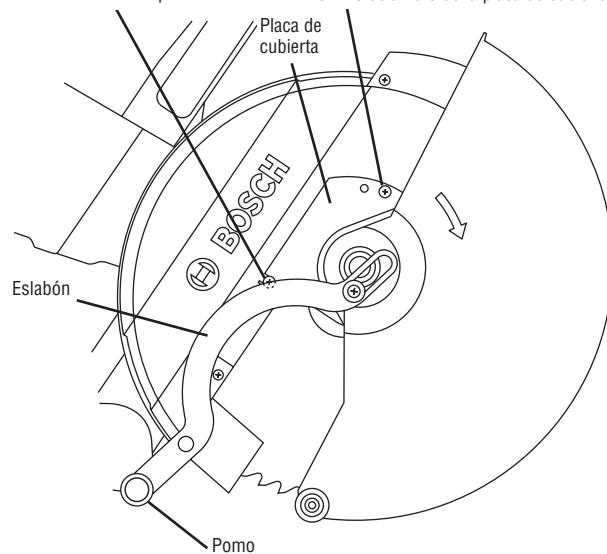

Figura 3
- Ubique la sierra en la posición hacia ARRIBA y a un bisel de 0°. Si está en la posición hacia ABAJO, presione ligeramente hacia abajo sobre el ensamblaje del cabezal de la sierra y jale hacia fuera el pasador de fijación del ensamblaje del cabezal (artículo 43, página 63); luego, deje que el cabezal de la sierra suba (vea la figura 3).